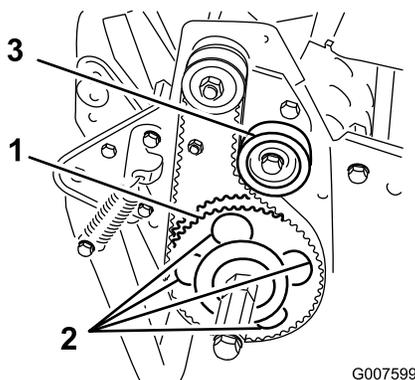

Figura 44
7. Gire la polea arrastrada hasta que los taladros queden alineados con los 4 tornillos con arandela prensada del cojinete de rodillos (Figura 44).
11. Ajuste la tensión de la correa y apriete el tornillo de montaje de la polea tensora (Figura 44).